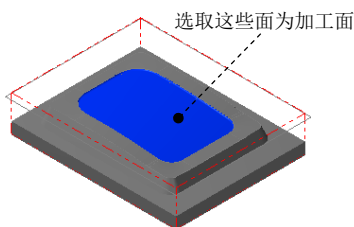
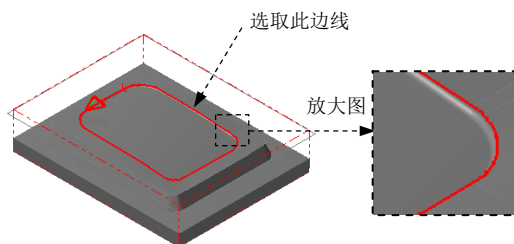

图 5.27 选取加工面
图 5.28 选取切削范围边线
Step2. 设置加工区域。在图形区中选取图 5.27 所示的曲面 (共 9 个), 然后按 Enter 键, 系统弹出“刀具路径的曲面选取”对话框。在 **Containment boundary** 区域中单击 按钮, 系统弹出“串连选项”对话框。在图形区中选取图 5.28 所示的边线, 单击 按钮, 系统返回至“刀具路径的曲面选取”对话框。单击 按钮, 系统弹出“曲面精加工残料清角”对话框。